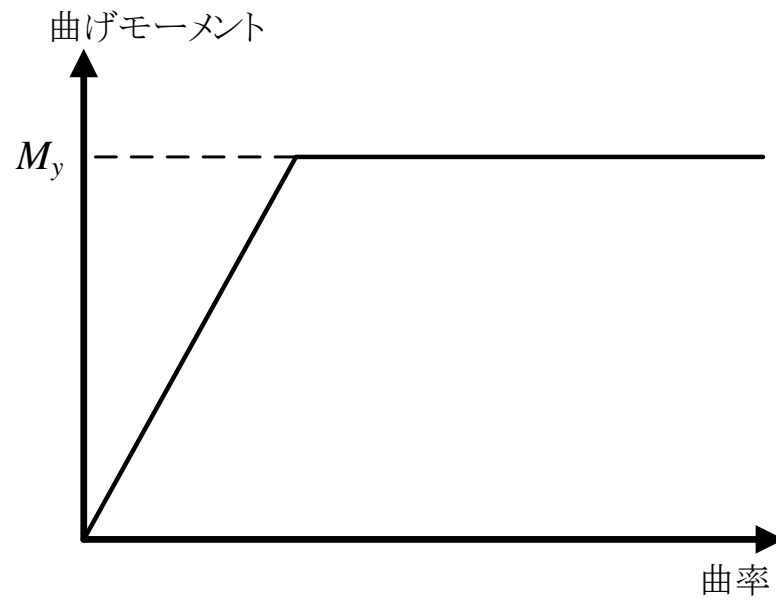

図 1-2
- (5) 図 1-2 に示すように、部材の非線形挙動は完全弾塑性とし、曲げ降伏モーメントは M_y とする。この時、架構 A および架構 B が崩壊メカニズムを形成するときの水平荷重の大きさ P_{uA} および P_{uB} を求めよ。